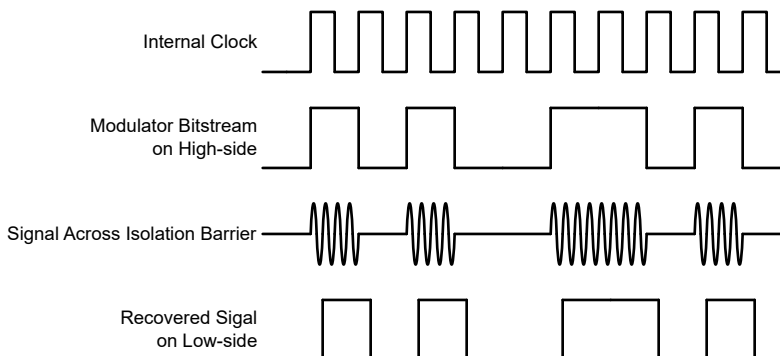

図 7-1. OOK ベースの変調方式
図 7-1 に示されているように、AMC0380R-Q1 は、オン / オフ キーイング (OOK) 変調方式を使用して、変調器の出力ビットストリームを、 SiO_2 ベースの絶縁膜間で伝送します。送信ドライバ (TX) をに 機能ブロック図 示します。TX は、内部で生成された高周波キャリアを絶縁バリア越しに送信し、デジタル 1 を表現します。ただし、TX はデジタル 0 を表す信号を送信しません。AMC0380R-Q1 で使用されるキャリアの公称周波数は 480MHz です。